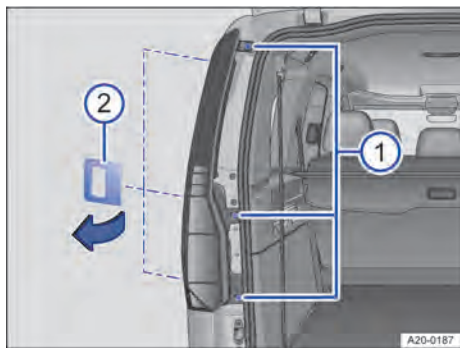

Abb. 181 Seitlich hinten links am Fahrzeug: Rückleuchte ausbauen.
1. Drei Befestigungsschrauben mit einem Schraubendreher lösen → Abb. 181 . Gegebenenfalls passende Wechselklinge einsetzen.
2. Rückleuchte mit dem Hilfswerkzeug → Abb. 181  von oben nach unten aus der Halterung heraushebeln.
5. Rückleuchte in die Öffnung der Karosserie einsetzen und vorsichtig in die Halterung drücken → Abb. 181.
6. Die Befestigungsschrauben festdrehen → Abb. 181 ①.